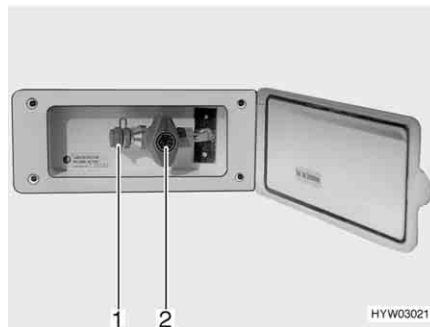

Fig. 127 Raccordement externe de gaz avec robinet d'arrêt de gaz fermé
Le raccordement externe de gaz (Fig. 127) se trouve, selon les modèles, à l'arrière ou sur le côté gauche ou droit du véhicule.
- Raccorder l'appareil à gaz externe sur le raccord (Fig. 127,1).
- Ouvrir le robinet d'arrêt de gaz (Fig. 127,2).